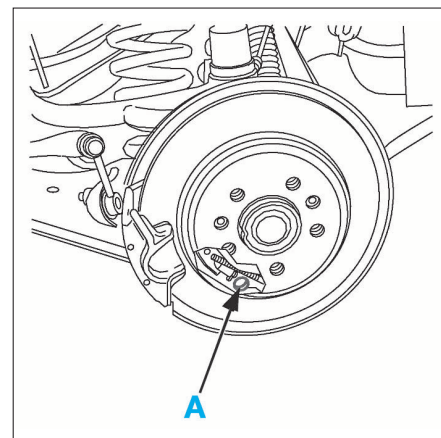

FIG. 18
- Positionner le trou (A) face à la roue dentée du mécanisme de réglage (Fig.18).